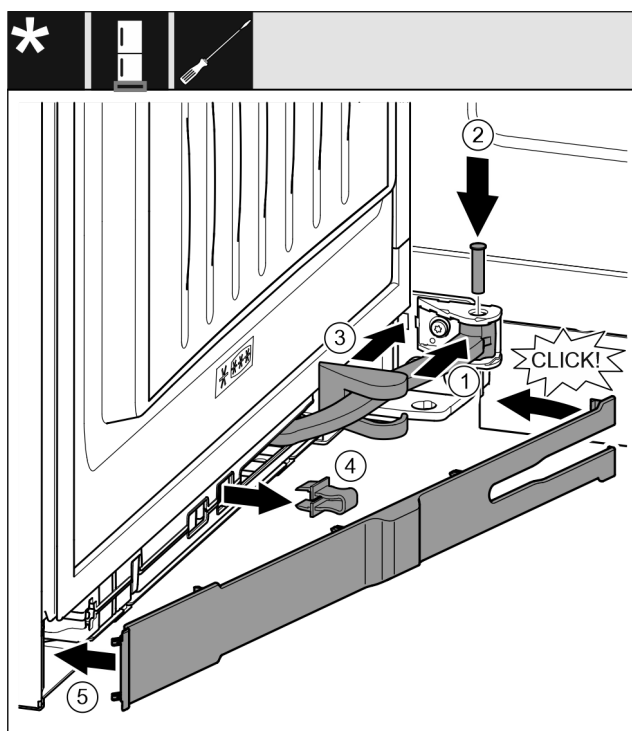

Fig. 47
- Περιστρέψτε την άρθρωση στην ανάρτηση. Fig. 47 (1)
- ▶ Τοποθετήστε τον πείρο με κατσαβίδι T15 στην ανάρτηση και στην άρθρωση. Βεβαιωθείτε ότι το έκκεντρο ασφάλισης εφαρμόζει σωστά στην εγκοπή. Fig. 47 (2)
- ▶ Ωθήστε το κάλυμμα του στηρίγματος κατά μήκος της άρθρωσης και τοποθετήστε το πάνω από την ανάρτηση. Fig. 47 (3)
- ▶ Αφαιρέστε την ασφάλεια. Fig. 47 (4)
- ▶ Εφαρμόστε το διακοσμητικό κάλυμμα στην πλευρά της λαβής και κλείστε το. Fig. 47 (5)